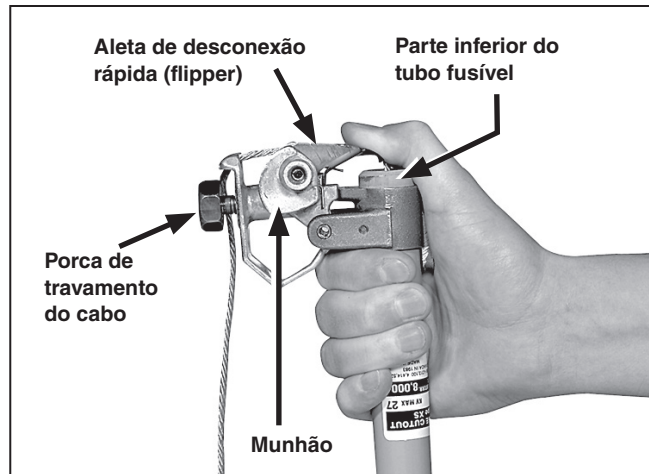

Figura 4. Aleta de desconexão rápida completamente tensionada.
- PASSO 3.** Recoloque a tampa no ferrule superior do tubo fusível e aperte-a de forma segura com uma ferramenta. Solte a porca de travamento do cabo no munhão. Ver Figura 4.
- PASSO 4.** Pressione a aleta de desconexão rápida (*flipper*) completamente sobre sua articulação até atingir o batente (uma resistência firme é percebida). Ver Figura 4.